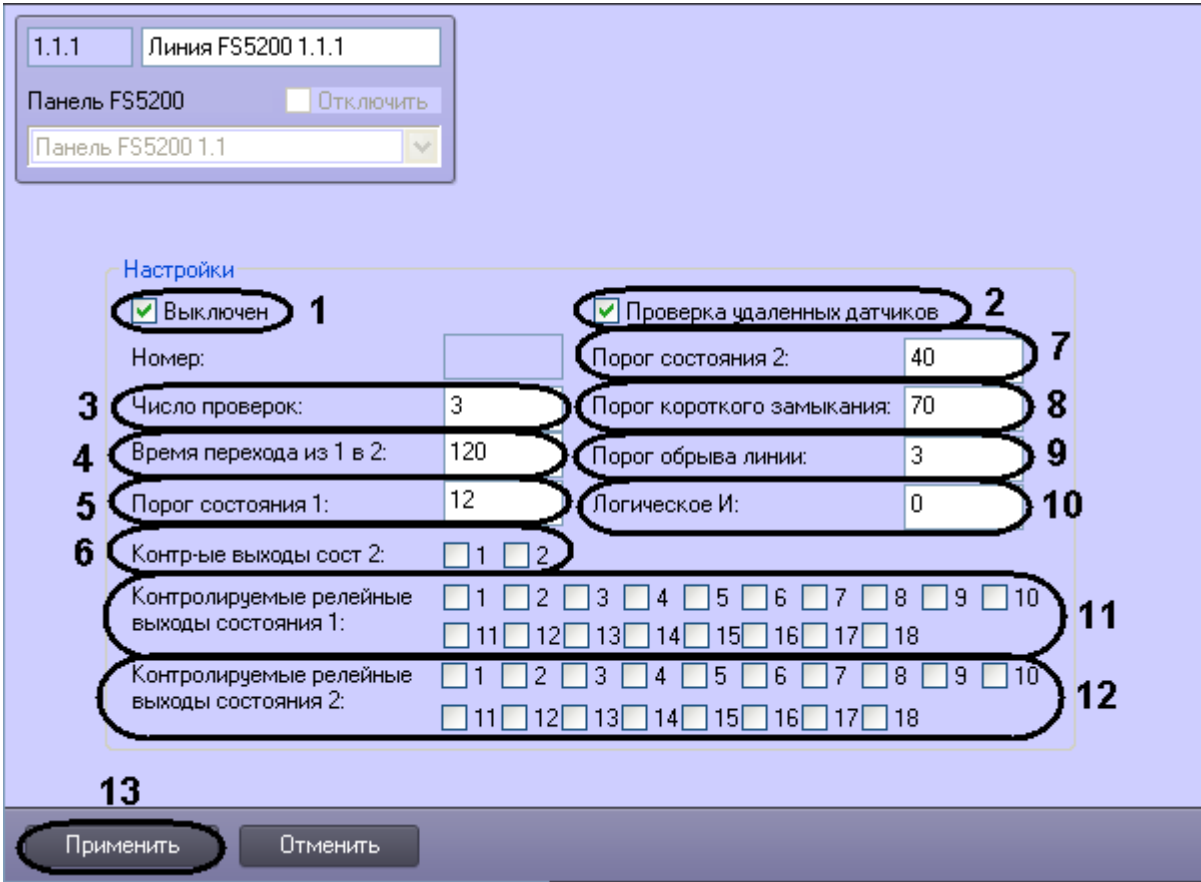

Рис. 3.5—4 Панель настроек объекта Линия FS5200
2. Для прекращения опроса линии необходимо установить флажок **Выключен** (см. Рис. 3.5—4, 1).
3. Для осуществления проверки удаленных датчиков необходимо установить флажок **Проверка удаленных датчиков** (см. Рис. 3.5—4, 2).